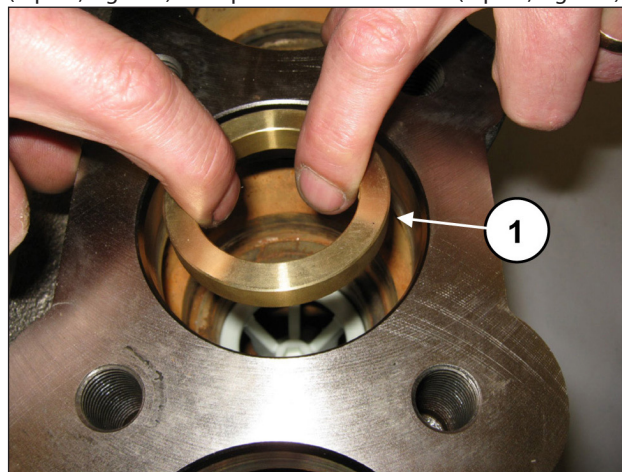
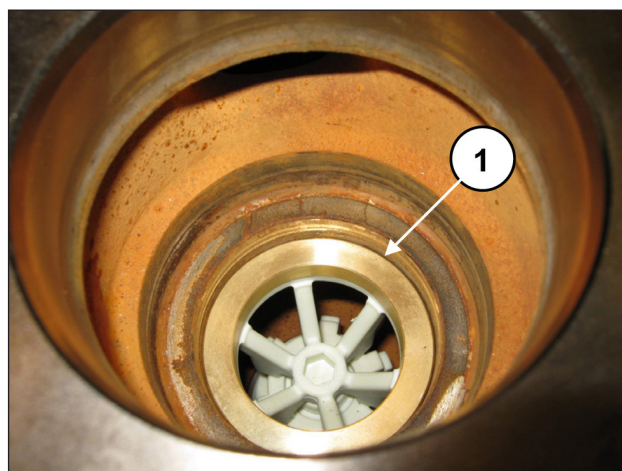

Fig. 115
Fig. 116
Insérer la bague de l'entretoise du logement de la soupape (rep. ①, Fig. 115) en le posant sur l'entretoise (rep. ①, Fig. 116).